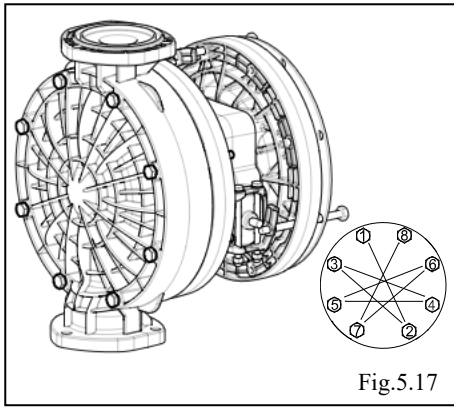

Fig.5.17
- 在图Fig.5.16安装的隔膜一侧安装外壳。(Fig.5.17)